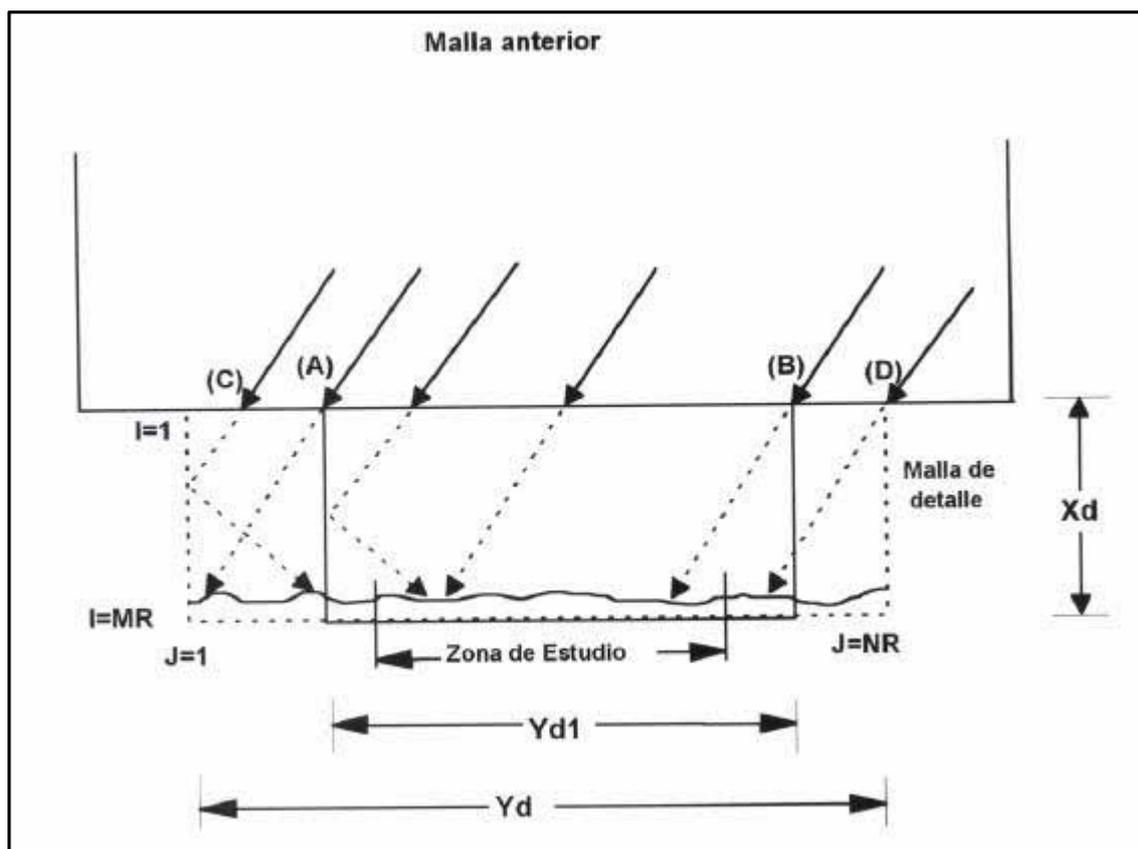

Figura 6.3. Límites laterales de la malla de detalle
$Y_d$  = Longitud en metros de la malla en el eje  $y$ . La selección de esta longitud es de especial cuidado, dado que en  $J = 1$  y  $J = NR$ , se definen las condiciones de contorno laterales tanto para el modelo de propagación de ondas, como el de corrientes (consultar la sección 3.6 de los dos manuales de referencia, Oluca-MC, Oluca-SP y el manual de referencia del Copla-(MC/SP)). En la (figura 6.3) se muestran dos mallas de detalle donde están definidas la distancia  $X_d$  y dos anchuras  $Y_d$ . El caso de la malla definida entre (A) y (B) con anchura  $Y_{d1}$  y el oleaje incidente que se muestra en la figura, presenta dos efectos de contorno no deseados en la zona de estudio: (1) No tiene en cuenta la energía incidente entre (B) y (D) que afecta la zona de estudio, por lo tanto, es necesario ampliar el límite hasta (D) y (2) el contorno en (A) aunque es abierto, genera alguna influencia o pequeñas reflexiones, dado que las condiciones de contorno no son perfectas; por tanto, es necesario alejar el contorno hasta que la zona de estudio se encuentre lejos de su influencia, en (C).